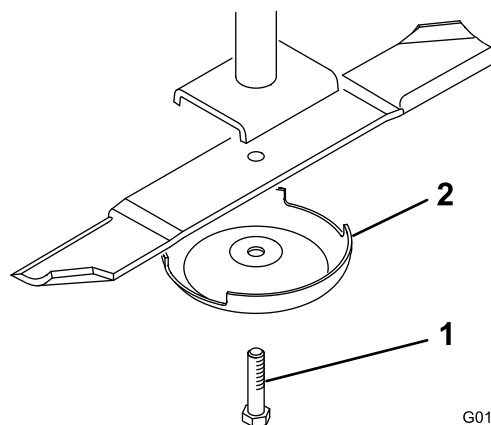

Figura 30
2. Fixe a extremidade da lâmina utilizando um pedaço de tecido ou uma luva grossa. Retire o parafuso da lâmina, o recipiente anti-danos e a lâmina do eixo (Figura 30).